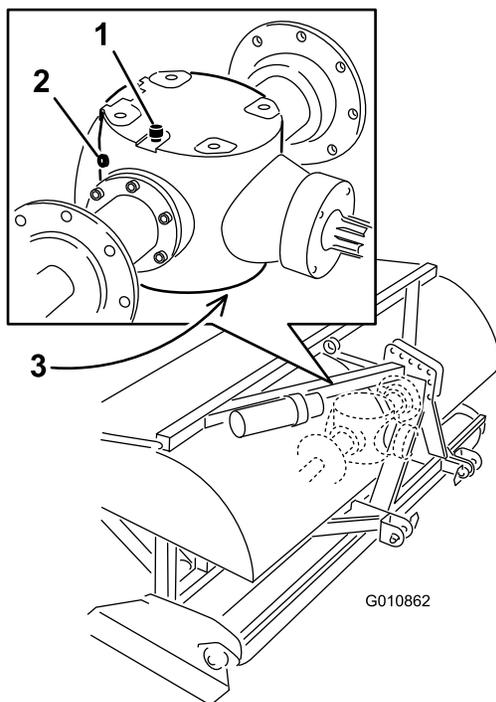

Figura 45
2. Rimuovete il tappo di controllo dalla trasmissione (Figura 45).
3. Verificate che il livello dell'olio nella trasmissione arrivi al bordo inferiore del foro del tappo di controllo (Figura 45).
1. Eliminate eventuali detriti dal tappo di sfiato/riempimento e dal tappo di spurgo per evitare la contaminazione dell'olio (Figura 45).